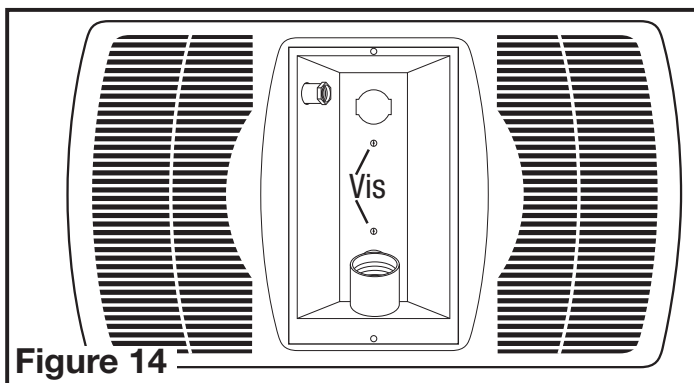

Figure 14
4. Attacher le réflecteur de lumière en place avec les deux vis enlevées durant l'Étape 2 de la SECTION 1 Préparation de l'unité, de sorte que la grille s'ajuste solidement contre le plafond (**Figure 14**).